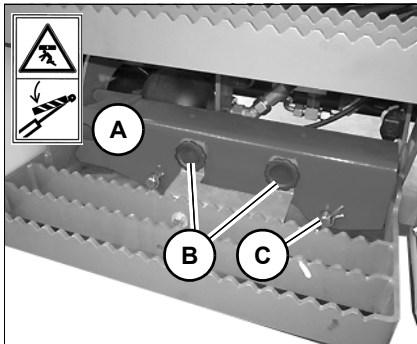

Fig. 168
10. Sænk forsigtigt læsseeanordningen uden tryk ned på sikringsstøtten, se Fig. 168.
For at undgå skader på stempelstangen og sikringsstøtten skal denne monteres som vist på Fig. 168!